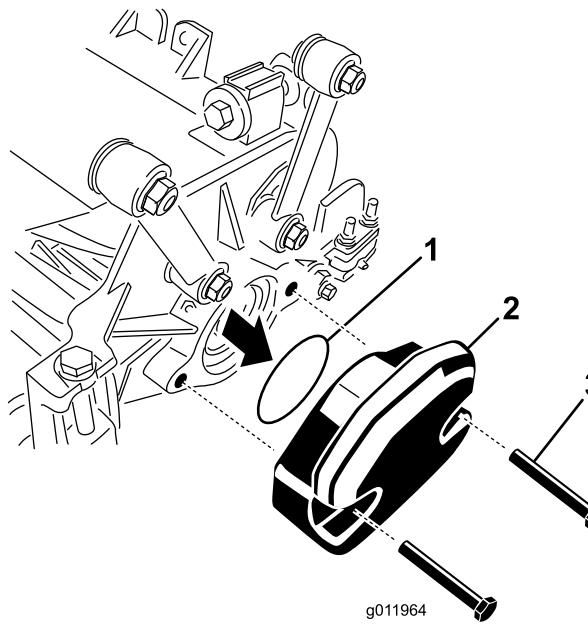

Figure 23
2. Retirez la masse et le joint torique (Figure 23) de l'extrémité intérieure de l'unité de coupe droite.